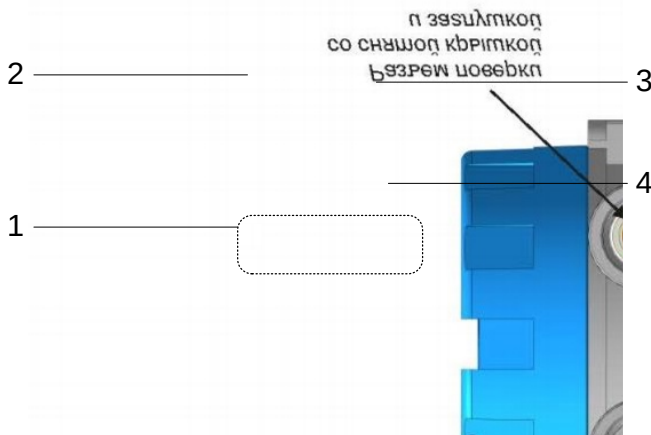

Рисунок 2.9 – Передняя панель ЭЛЕМЕР-РЭМ-2 с ВПР-03МВ
2.4.2.1 Общий вид передней панели ЭЛЕМЕР-РЭМ-2 с ВПР-03МВ представлен на рисунке (рисунок 2.9).